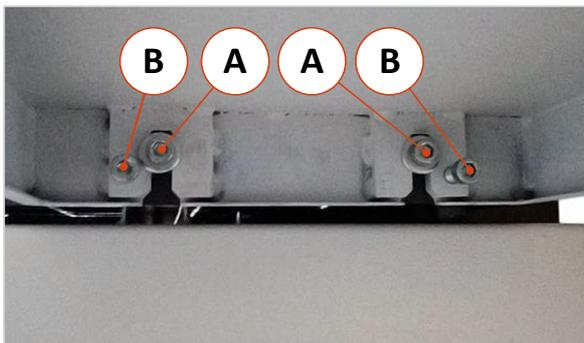

Abbildung 45: Montage der Tischverlängerung
- Lösen Sie die beiden Schrauben (A), die sich in der Maschine befinden, mit einem SW 8 Innensechskantschlüssel und drehen Sie so weit auf, dass Sie die beiden Aufnahmen der Tischverlängerung (D) zwischen den Unterlegscheiben und der Maschine einhängen können (siehe ⇨ Abbildung 45).
- Tischkante des Verlängerungstisches über die Schrauben (A) bündig zur Maschinentischkante und mittels Schrauben (B) die Neigung zur Maschinentischkante ausrichten.
- Die Höhe der Tischverlängerungskante lässt sich über die beiden Einstellschrauben (C) auf der Oberseite mit einem SW 3 Innensechskantschlüssel an den Maschinentisch anpassen.
- Nach erfolgter Einstellung die Schrauben (A) gut festziehen.